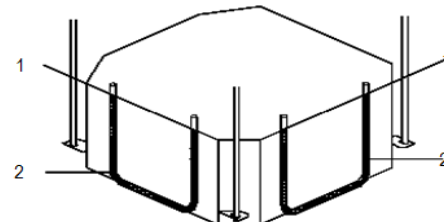

Figure 10 – Vérification du niveau du module
- b. Vérifiez que le module est de niveau en contrôlant les quatre coins à l'aide d'un niveau à eau ou d'un tube en vinyle rempli d'eau (consultez la figure 10).